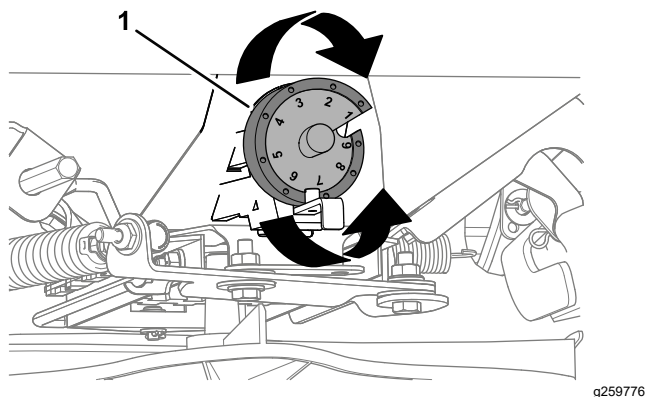

Figura 27
- Gire la leva del dosificador (Figura 27) hasta el ajuste que determinó en el paso 4.